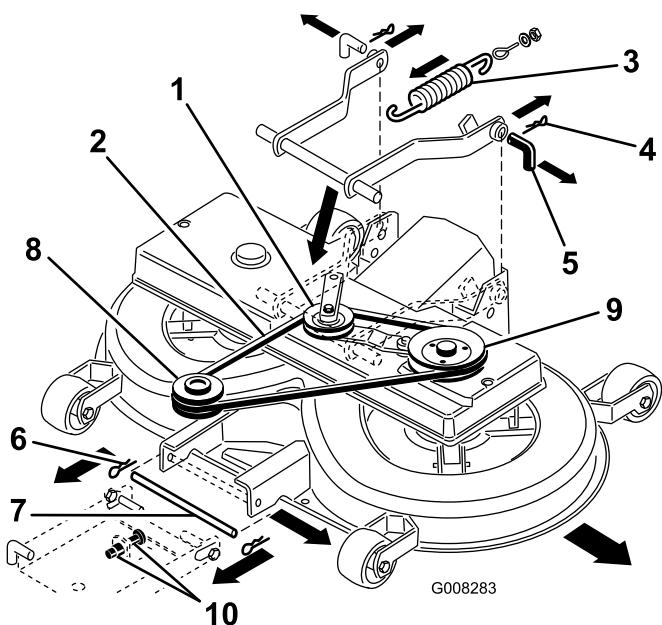

Figura 42
8. Tirate dentro il braccio di rinvio e togliete la cinghia trapezoidale dalla puleggia (Figura 42).
9. Scollegate la molla dalla leva d'innesto (Figura 42).
11. Togliete i fermagli a forcina dai due perni posteriori e togliete i perni (Figura 42).
12. Togliete il fermaglio a forcina dal perno anteriore e togliete il perno (Figura 42).
13. Togliete la cinghia trapezoidale dalla puleggia del motore (Figura 42).
7. Spostate il perno inferiore della sospensione di regolazione anteriore nella posizione inferiore dei fori scanalati, regolando i due dadi M12 sulla sospensione anteriore (Figura 42).